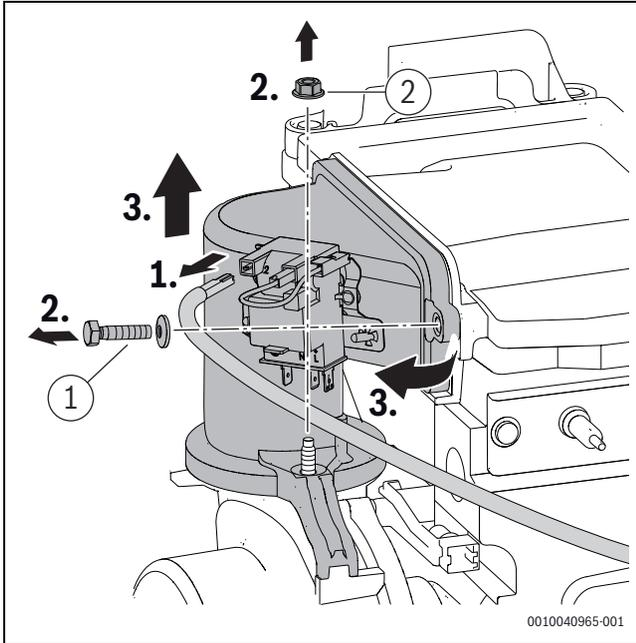

Bild 62 Mischeinrichtung ausbauen
- ▶ Schraube und Mutter ([1] und [2], Bild 62) an der Mischeinrichtung mit 5,5+0,5 Nm festziehen.